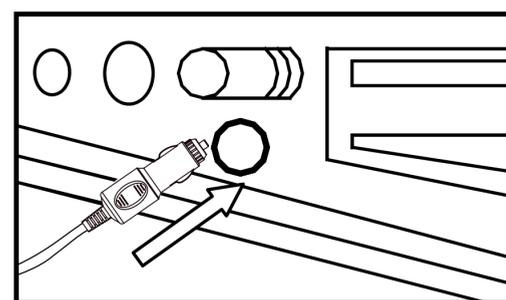

Bild 3
- Die Stromquelle sollte 12V DC sein (bild 3).
- Halten Sie den Ein- und Auslass der Pumpe (1) stets frei von Verstopfungen.